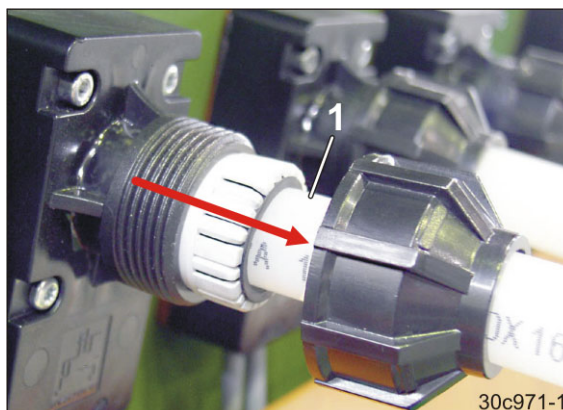

Рис. 9
1. Снять семяпроводы (Рис. 9/1) предварительно пометив их.